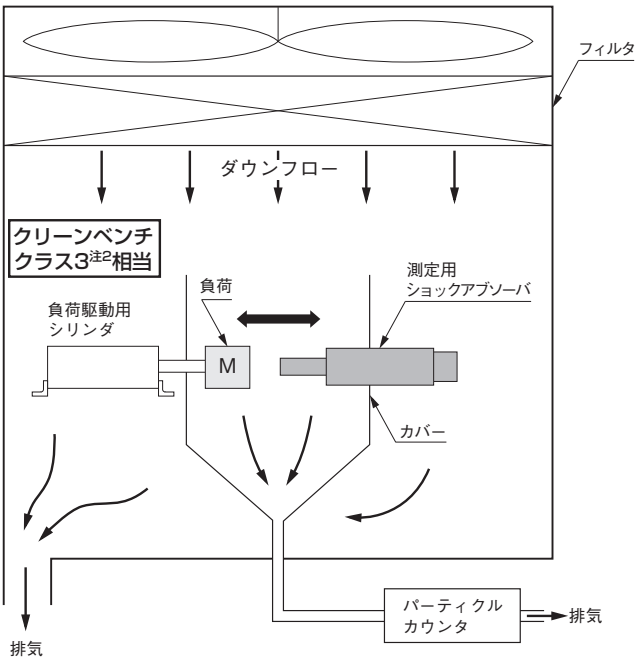

図 1
- 1. クリーンベンチ(図 1)内の測定用ショックアブソーバおよび負荷駆動用シリンダを作動させず、クリーンベンチ内のパーティクルを測定する (バックグラウンドの測定)注。